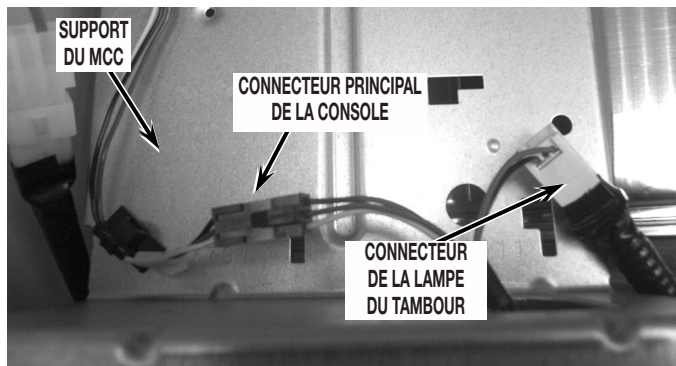

FIGURE 4
4. Débrancher le connecteur de la lampe du tambour et le connecteur principal de la console – voir la *Figure 4*. Soulever le module de la console et faire basculer celui-ci vers l'avant pour la dépose.